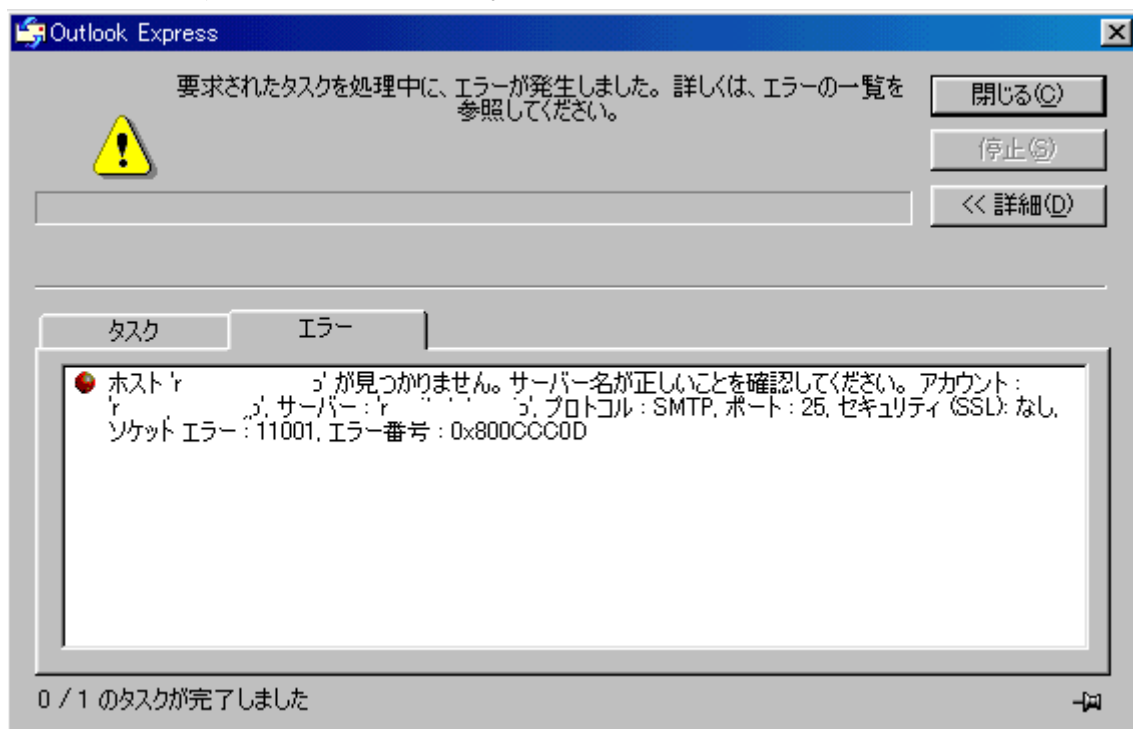

図13 通信エラー画面
- ネットワーク通信を無線で行う場合には、鉄筋コンクリート等により所期の通信速度が得られずに接続のタイムアウトになる可能性があります。この場合、図13のように通信が停止し、火災防災警報のメール送信動作が停止してしまいます。通信の速度（転送レート）がそのような状態の場合には、有線による接続を行ってください。
通常の動作中に、この画面を表示した場合には、閉じるボタンをクリックし、この画面を閉じます。火災防災警報通信システムに戻ります。ネットワークに不具合が発生している場合がありますので、ネットワーク管理者に連絡して確認してください。なお、有線で接続している場合でも、一時的なトラフィックの多い状態で、火災防災警報のメールを送信しようとした場合に、一時的に通信できなくなり、図13の状態になる場合があります。